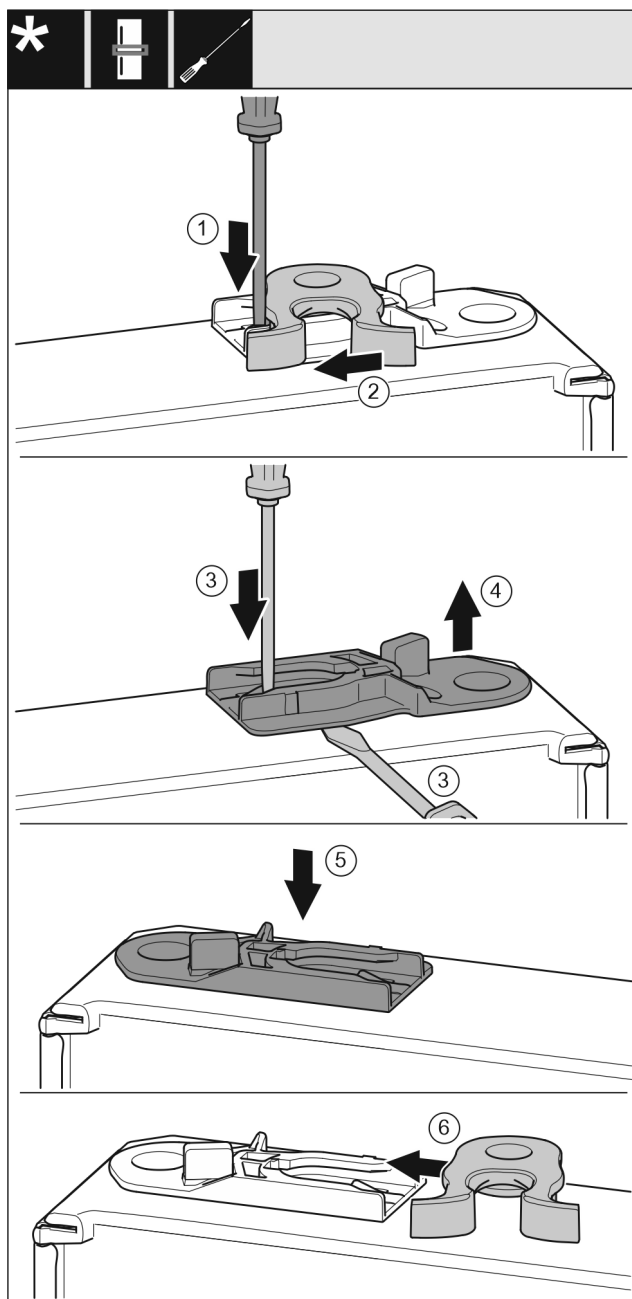

Fig. 52 *
- Прижмите накладку Fig. 52 (1) шлицевой отверткой вниз.*
- Выведите запорный крючок Fig. 52 (2) из направляющей.*
- Извлеките направляющее гнездо Fig. 52 (3, 4): прижмите накладку шлицевой отверткой и одновременно переместите ее шлицевой отверткой под направляющее гнездо.*
- Вставьте входящее в комплект поставки направляющее гнездо Fig. 52 (5) на другой стороне корпуса.*
- Вставьте запорный крючок Fig. 52 (6) в направляющую.*